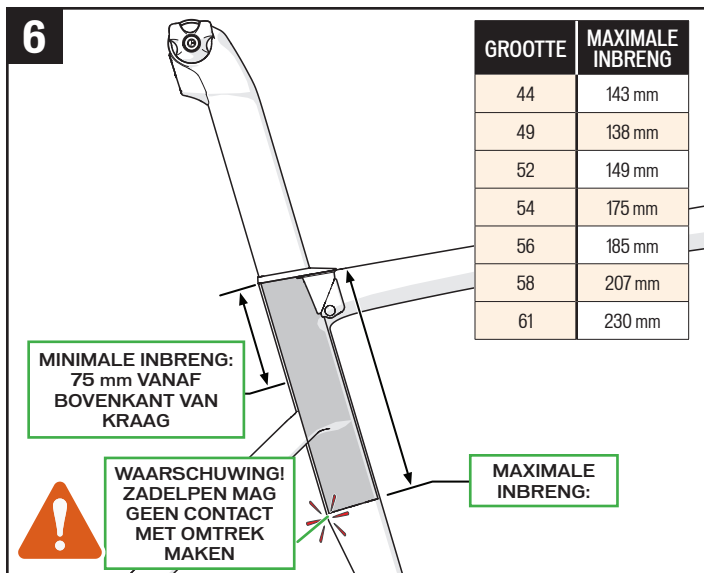

FIG. 6: Bepaal de zadelhoogte.
- **MAXIMALE INBRENG:** De omtrek van de zadelbuis verandert halverwege van vorm. Deze verandering begrenst de inbrengdiepte van de zadelpen. Tijdens het aanbrengen van de zadelpen moet er voldoende vrije ruimte tussen het onderste uiteinde van de zadelpen en de omtrek zijn om structurele schade aan het frame te vermijden. De maximale vereiste inbrenglengte is afhankelijk van de maat. Raadpleeg de tabel in fig. 6.
WAARSCHUWING! Het niet naleven van de inbrenglengtes voor de zadelpen en het frame (fig. 6) kan het frame en/of de zadelpen beschadigen, wat tot controleverlies en vallen kan leiden.